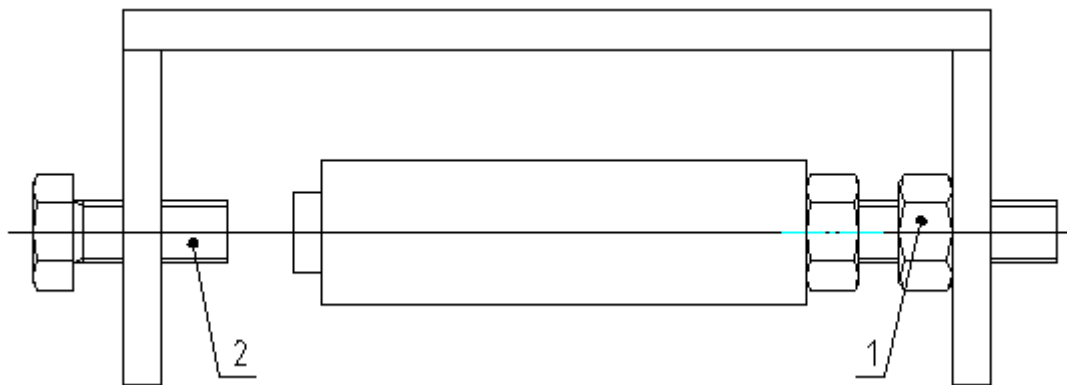

Рис. 6
(1). Выровняйте клеевой блок с двух сторон и зафиксируйте таким образом, чтобы расстояние между выступающим краем облицовочного ролика и направляющей пластиной было 1~2 мм (Рис. 5, Рис. 6).
После завершения регулировки положения вала облицовочного ролика (Рис. 6), закрутите гайку 1, отрегулируйте болт 2, чтобы обеспечить угол свободного поворота для резинового ролика. В процессе подачи заготовки, вал облицовочного ролика обеспечивает оптимальную нагрузку на облицовочный материал, равномерную и эффективную облицовку.